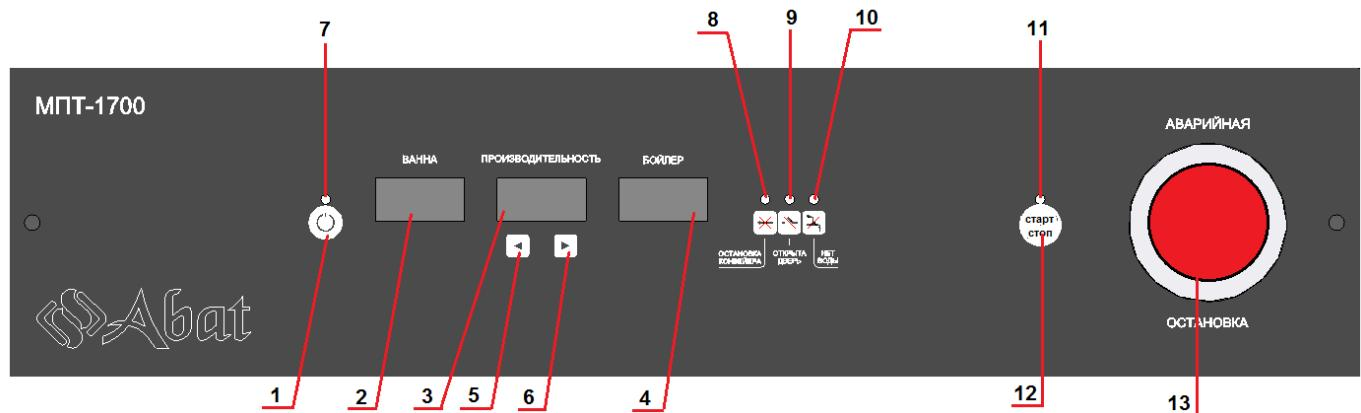
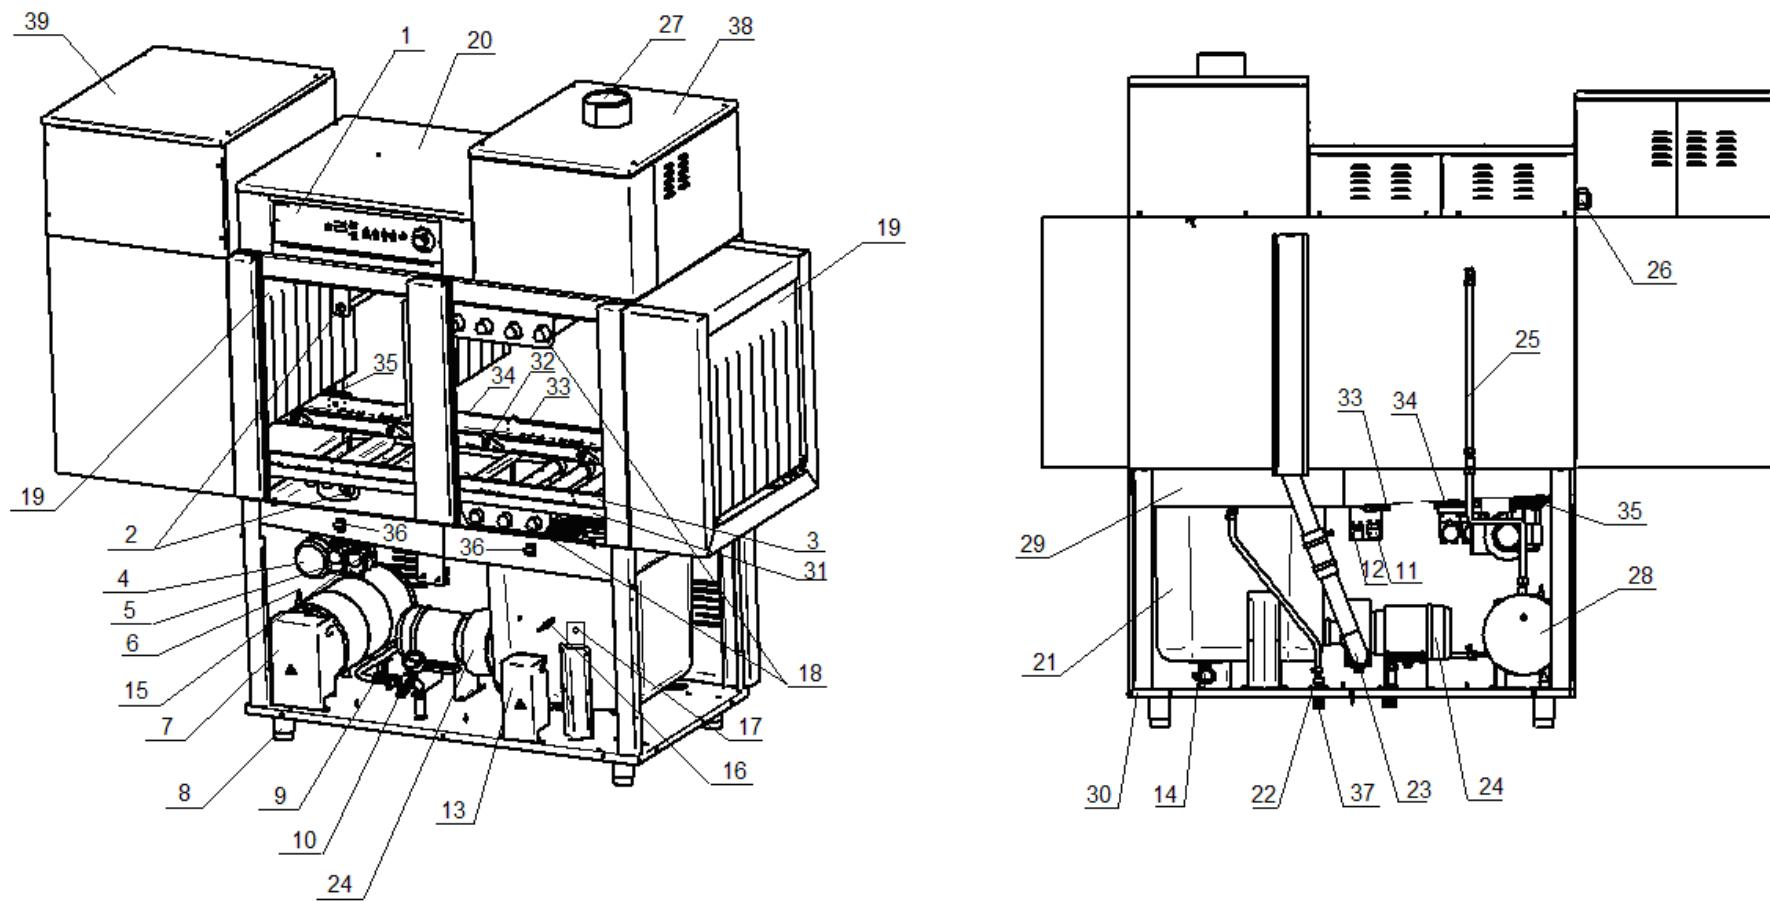

Рис. 2.1 Панель управления машин МПТ-1700, 1700л, 1700-01, 1700-01л
Рис. 3.5 Устройство посудомоечной машины МПТ-2000 (правая)
Устройство машины МПТ-2000 (правая) приведено на рис. 3.5.
На крыше машины установлены панель управления (рис. 2.1, 2.2 и поз. 1 на рис. 3.1-3.6), теплообменник (поз. 38, рис. 3.3-3.6) и модуль сушки (поз. 39, рис. 3.5, 3.6).
- семисегментный индикатор «Ванна» (поз. 2, рис. 2.1, 2.2) (далее по тексту – индикатор «Ванна»). Во время работы отображается текущая температура «Ванна»;
- семисегментный индикатор «Производительность» (поз. 3, рис. 2.1, 2.2) (далее по тексту – индикатор «Производительность»). Во время работы отображается выбранная производительность (скорость конвейера);
- семисегментный индикатор «Бойлер» (поз. 4, рис. 2.1, 2.2) (далее по тексту – индикатор «Бойлер»). Во время работы отображается текущая температура «Бойлера».
- единичный светодиод кнопки «Сеть» (поз. 7, рис. 2.1, 2.2). Светодиод зажигается при подаче напряжения на машину. После выхода машины из «дежурного» режима светодиод гаснет.
- единичный светодиод «Остановка конвейера» (поз. 8, рис. 2.1, 2.2). Светодиод зажигается при достижении кассеты датчика остановки конвейера (поз. 35, рис. 3.1-3.6);
- единичный светодиод «Открыта дверь» (поз. 9, рис. 2.1, 2.2). Светодиод зажигается при открывании двери;
- единичный светодиод «Нет воды» (поз. 10, рис. 2.1, 2.2). Светодиод зажигается при отсутствии воды в бойлере и/или ванне;
- единичный светодиод «Старт/Стоп» (поз. 11, рис. 2.1, 2.2). Светодиод зажигается при запуске машины в работу;
- единичный светодиод «Сушка» (поз. 14, рис. 2.1, 2.2). Светодиод зажигается при включении вентилятора и ТЭНов сушки;
- кнопка «Вкл/Откл» (поз. 1, рис. 2.1, 2.2) – для включения и выключения машины в работу;
- кнопка «меньше» (поз. 5, рис. 2.1, 2.2) и кнопка «больше» (поз. 6, рис. 2.1, 2.2). При нажатии и отпускании кнопки значение скорости конвейера изменяется на единицу.
- кнопка «Старт/Стоп» (поз. 12, рис. 2.1, 2.2) – для запуска машины в работу;
- кнопка аварийного останова (поз. 13, рис. 2.1, 2.2) – для экстренного останова машины;
- кнопка «Сушка» (поз. 15, рис. 2.1, 2.2) служит для включения вентилятора и ТЭНов сушки.